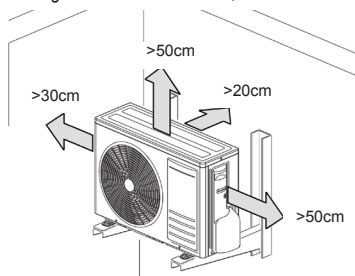
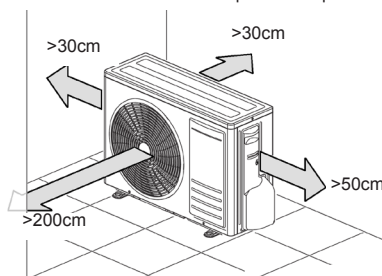

fig. 6 -
fig. 7 -
- Respete las distancias mínimas respecto a paredes, muebles u otras superficies ("fig. 6 -" e "fig. 7 -").